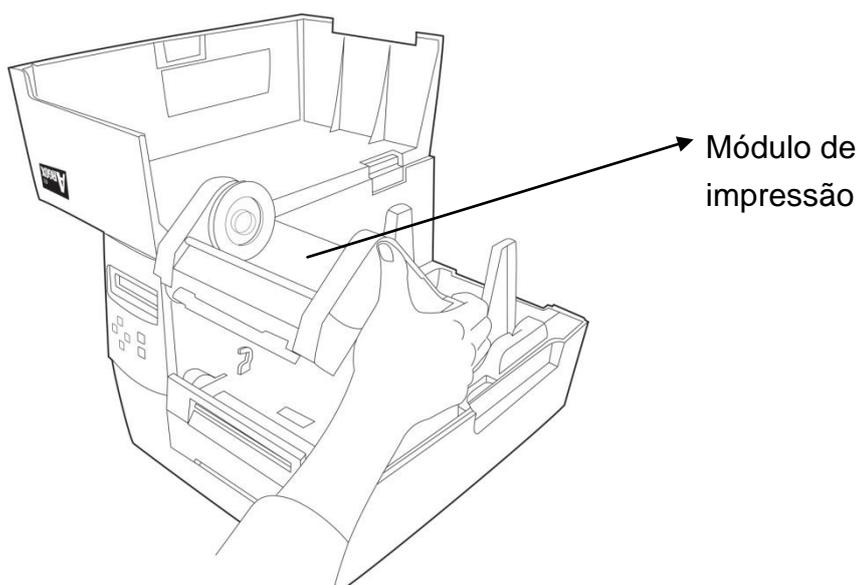

*Figura 1*
62. Levante a tampa superior e a porta de acesso frontal para abrir o compartimento de mídia (Figura 1).